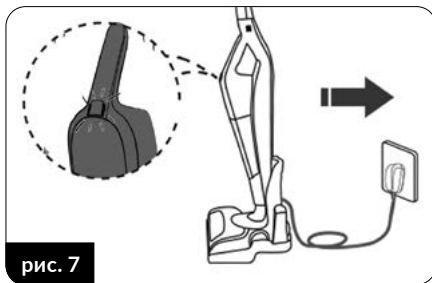

рис. 7
2. Помістіть правильно зібраний пилосос з основною ручкою та електрощіткою на док-станцію (рис. 7). Підключіть зарядний пристрій до електромережі.